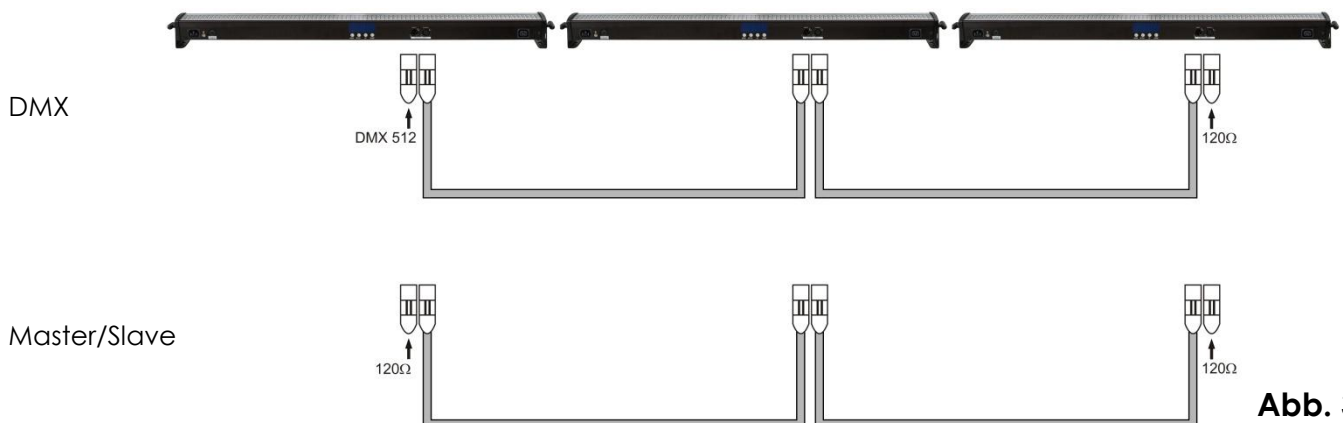

Abb. 3
3. Verbinden Sie die Geräte wie auf Abb. 3. Verbinden Sie ein DMX-Signalkabel mit der ersten DMX "out"-Buchse und der "in"-Buchse des zweiten Geräts. Wiederholen Sie diesen Prozess, um das zweite, dritte und vierte Gerät anzuschließen.